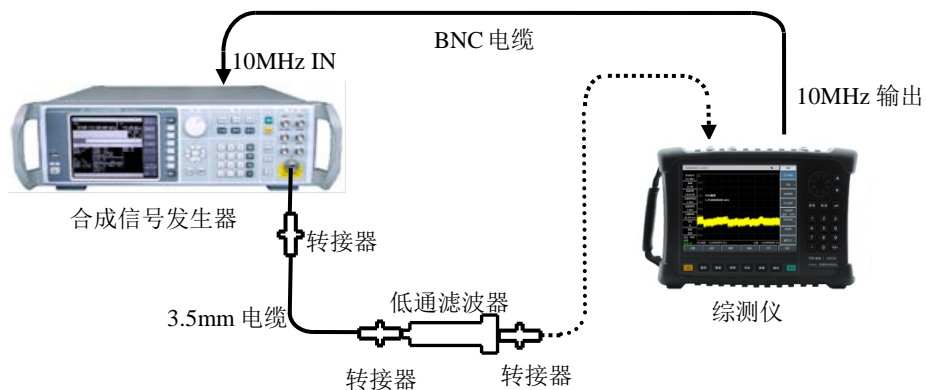

图16-13 二次谐波失真测试设置
- a) 如图 16-13 连接测试仪器, 综测仪为合成信号发生器提供 10MHz 频率参考, 选择 1GHz